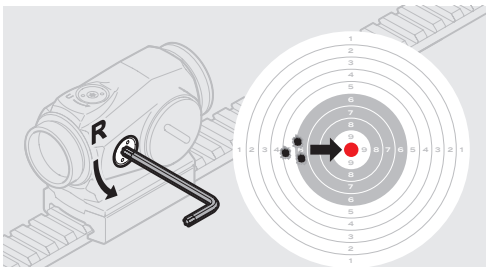
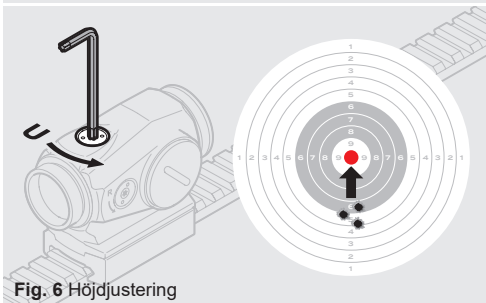

Fig. 5 Sidjustering
Fig. 6 Höjdjustering
- b** Använd Torx T10-verktyget (3) när du vrider på justeringsskruvarna.
- c** Sidjusteringar (se Fig. 5):
- Vrid sidinställningsskruven (6) moturs för att flytta träffpunkten åt höger (R).
- Vrid sidinställningsskruven (6) medurs för att flytta träffpunkten åt vänster.
- d** Höjdjustering (se Fig. 6):
- Vrid höjdjusteringsskruven (7) moturs för att höja träffpunkten (U).
- Vrid höjdjusteringsskruven (7) medurs för att sänka träffpunkten.
- f** Se till att siktet är ordentligt monterat på vapnet och dra åt skruven (12) på nytt vid behov.